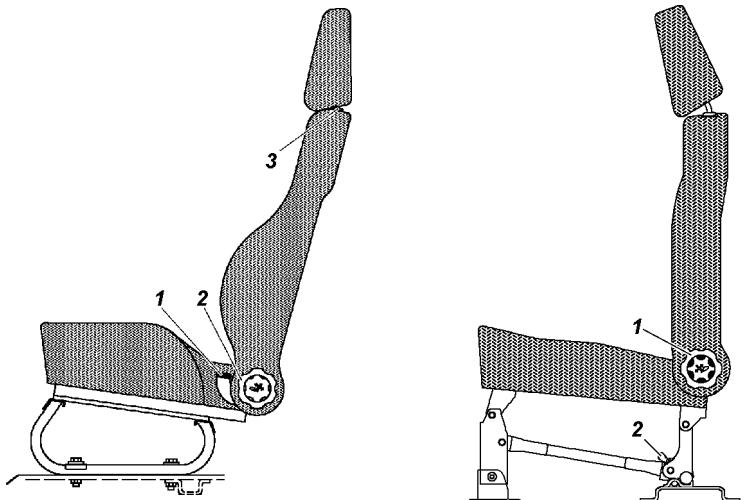

Рис. 3.8. Переднее сиденье:
- вниз также усилием руки, но при нажатой клавишке 3 (рис. 3.8) фиксатора подголовника.
Регулировка **передних сидений** в продольном направлении осуществляется с помощью рычага 1 (рис. 3.8):